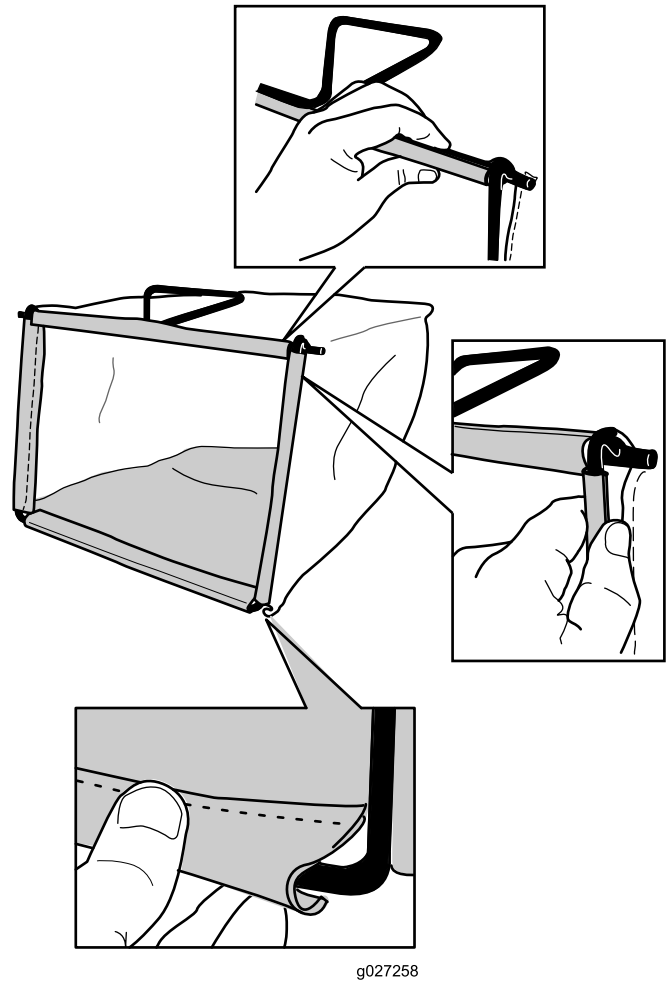

Figure 11
2. Accrochez la glissière inférieure du bac au bas de l'armature (Figure 11).
3. Accrochez la glissière supérieure et les glissières latérales du bac au sommet et sur les côtés de l'armature respectivement (Figure 11).